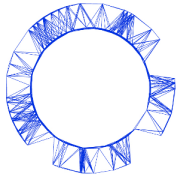

Abbildung 4. Aufhängen des Fadens in die obere Halterung und Start der Messungen.
1. Während die Masse auf der Waagenoberfläche verbleibt, dehne den Faden so weit, bis die Halteschraube am gegenüberliegenden Ende in der oberen Halterung des Stativs hängt (Abbildung 4).